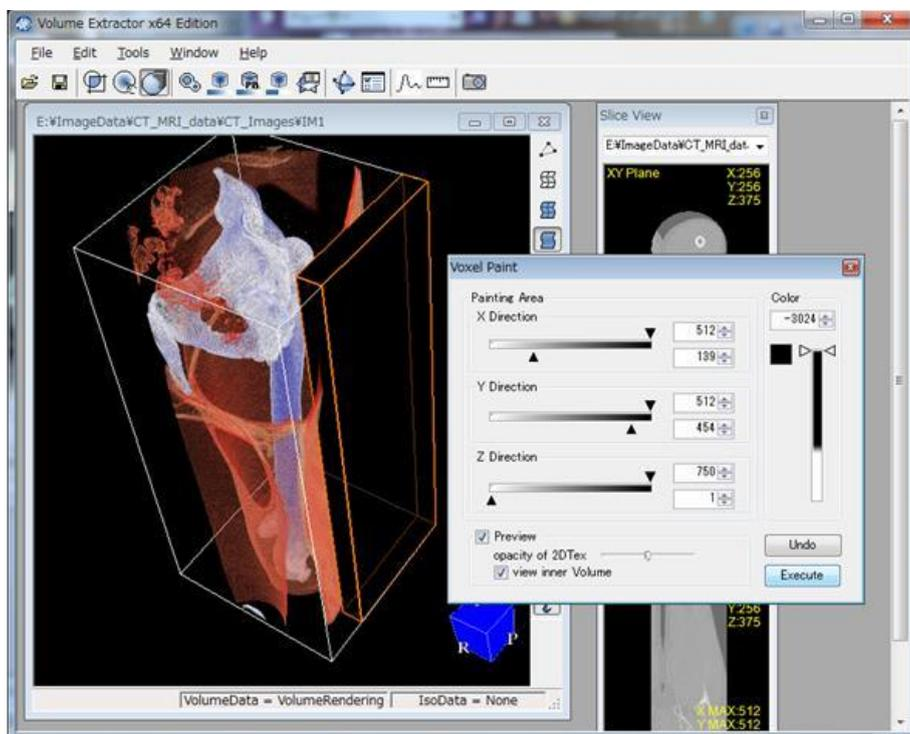

図 A-3 領域を削除
5. [Execute]をクリックし，選択した領域を低い輝度値で塗りつぶします(図 A-3)